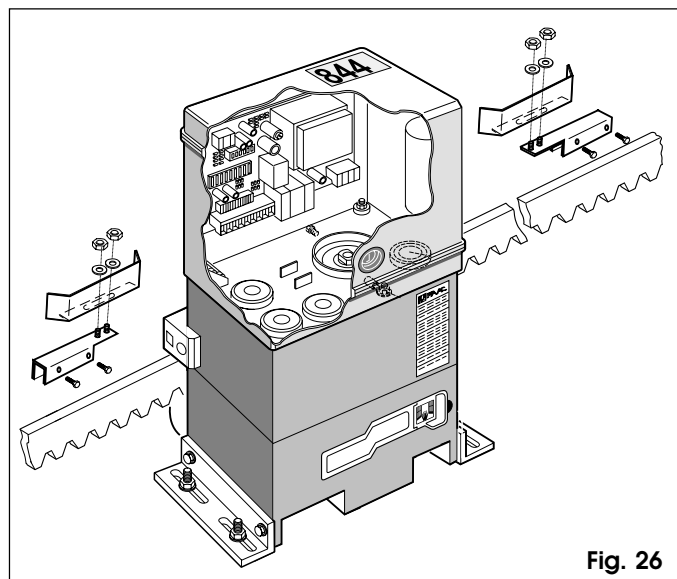

Fig. 26
- 1) Assembler le fin de course en centrant la plaquette par rapport aux goujons filetés du support (Fig.26).